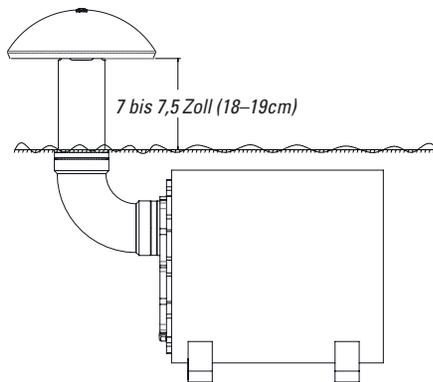

Abbildung 15
5. Den L12XC-Lautsprecher in das Loch einsetzen. Die Kieselhöhe nach Bedarf anpassen, um die gewünschte Höhe der Portabdeckung über dem Boden zu erreichen. Der Port sollte etwa 19cm (7,5 Zoll) von der Bodenebene bis zum Boden der Abdeckung herausragen, wie in Abbildung 15 dargestellt.